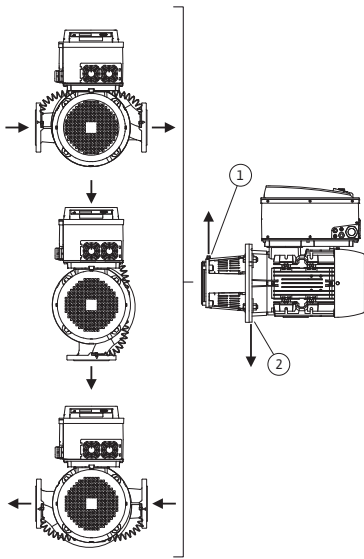
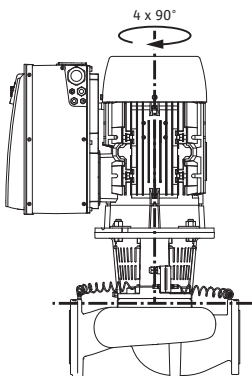

Fig. 18: Posiciones de instalación admisibles con el eje del motor horizontal
Fig. 19: Posiciones de instalación admisibles con el eje del motor vertical
Las posiciones de instalación admisibles con el eje del motor horizontal y el módulo electrónico hacia arriba ( $0^\circ$ ) se representan en la Fig. 18. No están representadas las posiciones de instalación admisibles con el módulo electrónico montado lateralmente ( $\pm 90^\circ$ ). Es admisible cualquier posición de instalación, excepto "módulo electrónico hacia abajo" ( $-180^\circ$ ). La purga de la bomba solo se garantiza si la válvula de ventilación se orienta hacia arriba (Fig. 18, pos. 1). Solo en esta posición ( $0^\circ$ ), el condensado de la linterna y el motor (Fig. 18, pos. 2) puede evacuarse directamente a través del orificio existente.
Las posiciones de instalación admisibles con el eje del motor vertical se representan en la Fig. 19. cualquier posición de instalación es admisible, excepto montar el "motor orientado hacia abajo".
- Con el eje del motor en horizontal, la válvula de ventilación en la linterna (Fig. 6, pos. 1.31) tiene que mirar siempre hacia arriba (Fig. 6a: y Fig. 6b:). Con el eje del motor en vertical se admite cualquier orientación. Consulte a este respecto también Fig. 18: „Posiciones de instalación admisibles con el eje del motor horizontal“ en la página 27 y Fig. 19: „Posiciones de instalación admisibles con el eje del motor vertical“ en la página 27.
- Con el eje del motor en horizontal, el orificio de condensación debe estar hacia abajo (Fig. 18, pos. 2). Si no es así, gire el motor convenientemente.